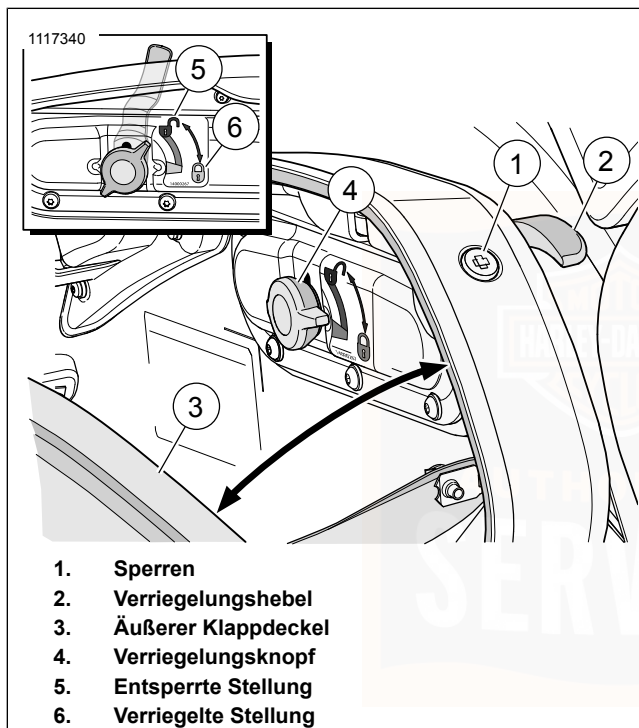
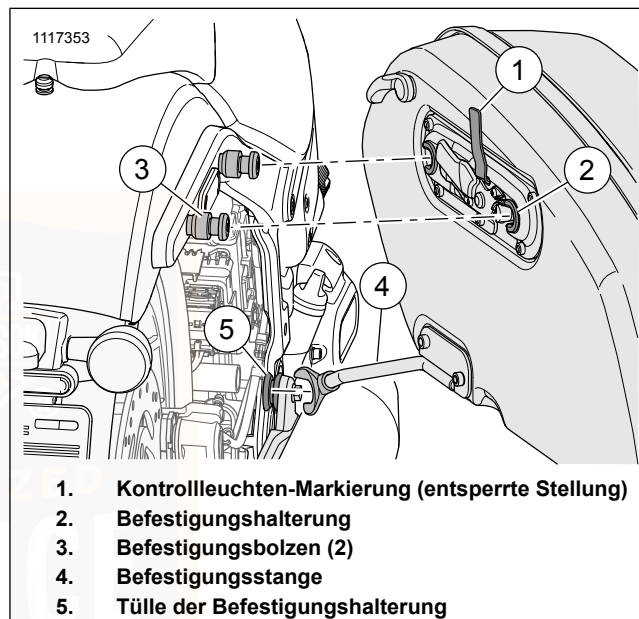
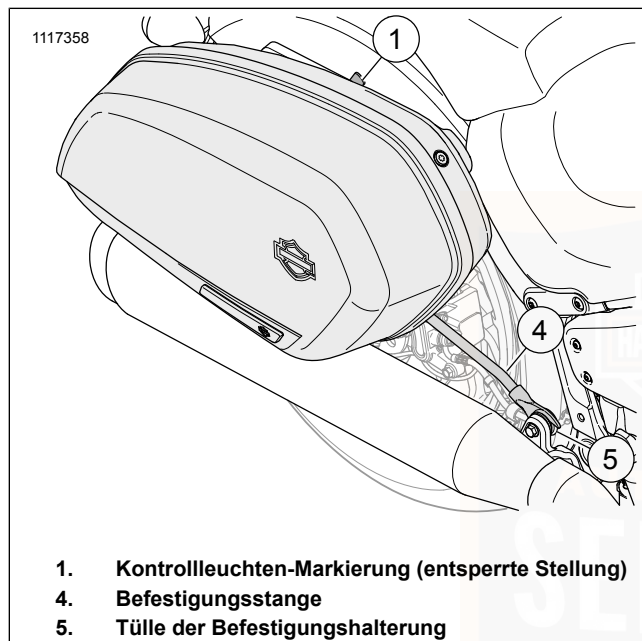

Abbildung 48. Satteltaschen-Verschlussknopf
Abbildung 49. Satteltaschen-Befestigungshalterung
Abbildung 50. Die Befestigungsstange der Satteltasche
1. Siehe Abbildung 48. Satteltasche entriegeln.
- a. Den Schlüssel in das Schloss (1) stecken und um eine Viertelumdrehung gegen den Uhrzeigersinn drehen.
2. Verriegelungshebel (2) anheben.
3. Die Satteltasche durch Ziehen des äußeren Klappdeckels (3) vom inneren Klappdeckel öffnen.
1. Siehe Abbildung 48. Die Satteltasche schließen.
- a. Schließen Sie den Klappdeckel, indem Sie den äußeren Klappdeckel (3) anheben.
- b. Bei zugeklapptem Satteltaschendeckel den Hebel (2) absenken.
- a. Den Schlüssel in das Schloss (1) stecken und um eine Vierteldrehung im Uhrzeigersinn drehen.
1. Siehe Abbildung 48. Öffnen Sie den äußeren Klappdeckel (3) der Satteltasche.
2. Den Verriegelungsstift (4) nach außen ziehen und in die entriegelte Stellung (5) drehen.
3. Den äußeren Klappdeckel der Satteltasche schließen und den Hebel (2) absenken.
4. Siehe Abbildung 50. Die Satteltasche nach hinten drücken, um die Befestigungsstange der Satteltasche (4) aus der Tülle der Befestigungshalterung (5) zu lösen.
3. Siehe Abbildung 49 und Abbildung 50. Die Satteltaschen-Befestigungshalterung (2) auf die Befestigungsbolzen (3) setzen und dabei die Satteltaschen-Befestigungsstange (4) an der Tülle der Befestigungshalterung (5). Die Satteltasche komplett nach vorne schieben.